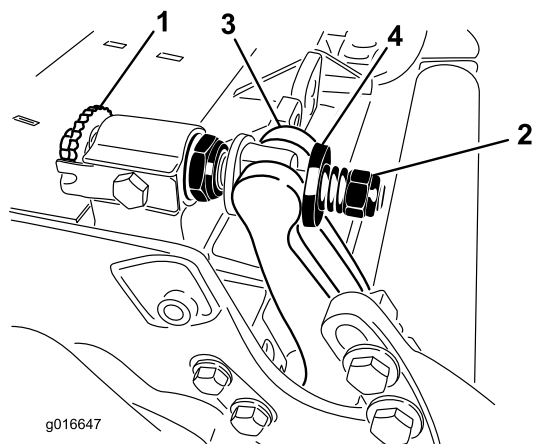

Рисунок 30
1. Поворачивайте регулировочные винты планки неподвижного ножа против часовой стрелки, чтобы отодвинуть неподвижный нож от барабана (Рисунок 30).
- Отвинчивайте гайку натяжения пружины до тех пор, пока шайба больше не будет нажимать на планку неподвижного ножа (Рисунок 30).